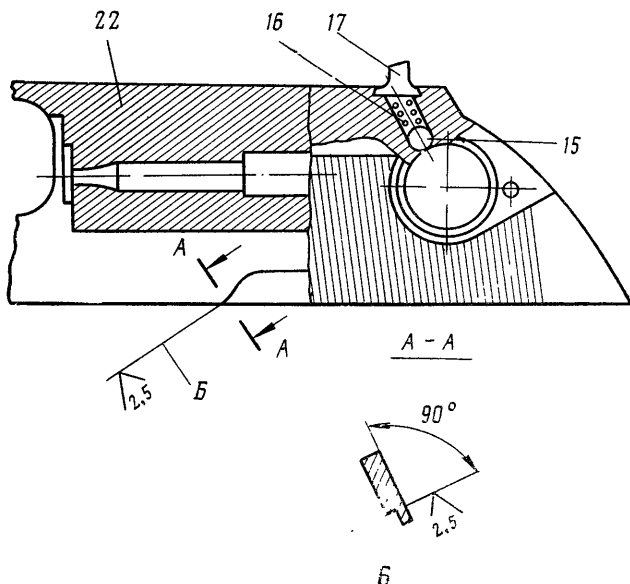

Рис. 41. Обработка разобшающего уступа на затворе
6.2. Выколоткой для целика (приложение 2) выбить целик 17 (рис. 41) из паза затвора справа налево, не вынимая выколотки из паза затвора, чтобы не вылетела из своего гнезда пружина 16 шарика.
Если при недоходе затвора на 0,5 мм не происходит спуска курка с боевого взвода, то обработать уступ *Б* на затворе по рис. 41.